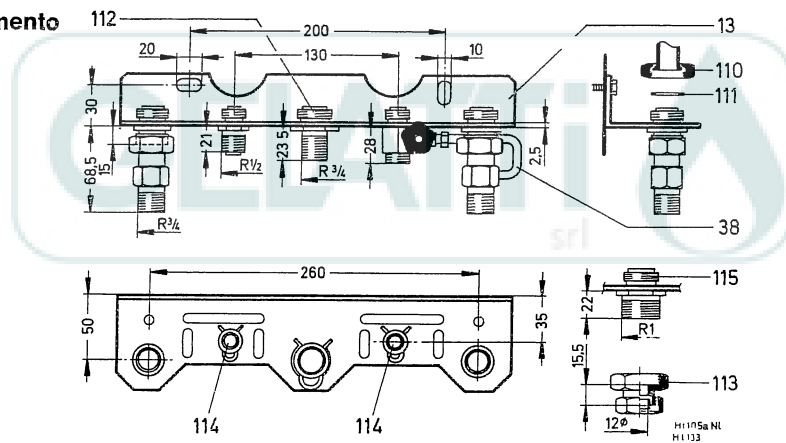

Fig. 2
1.2 Piastra di allacciamento (fig. 2)